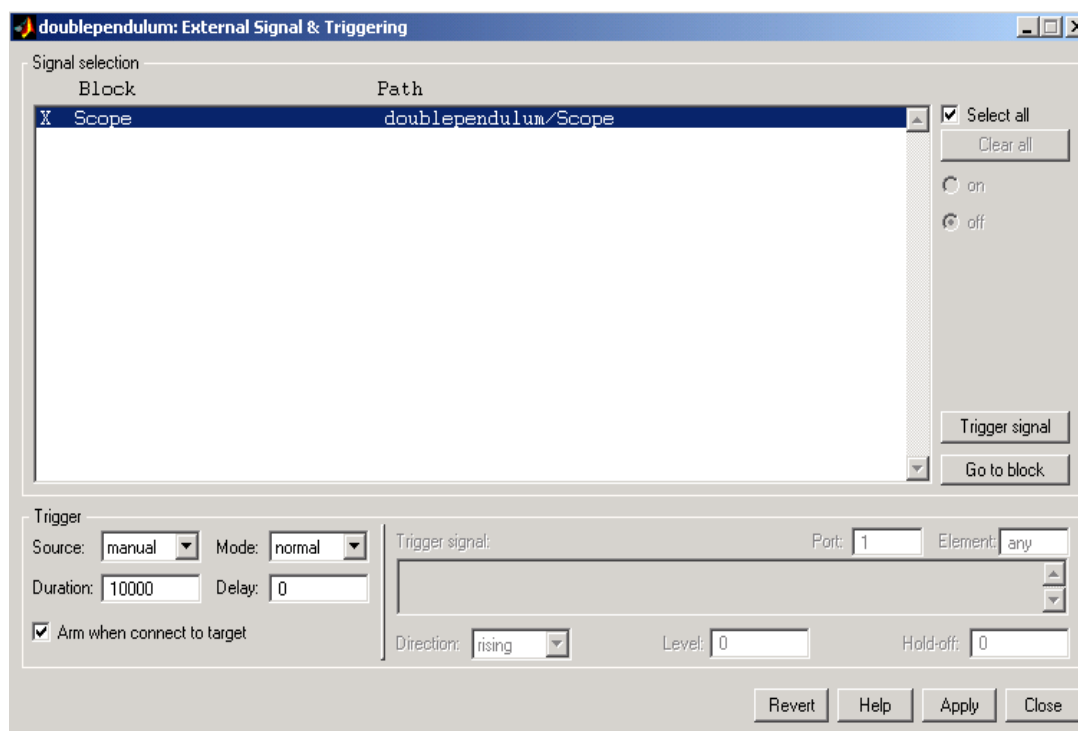

图 9-9 Signal & Triggering 参数设置
- 1、点击在菜单中的“Tools\ External Mode Control Panel”，在出现的对话框中点击“Signal & Triggering”。按照下图（图 9-9）进行设置。其中“Duration”是记录的采样点数，用户可根据需要进行设置。